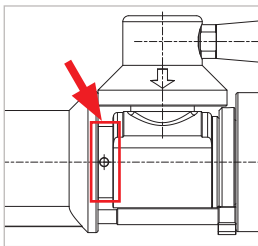

Figure 11
- ▶ Tournez le levier de commande (pos. 3) de 90° de la position OFF à la position ON. Vaporisez le lubrifiant une fois sur la zone marquée (Figure 11).